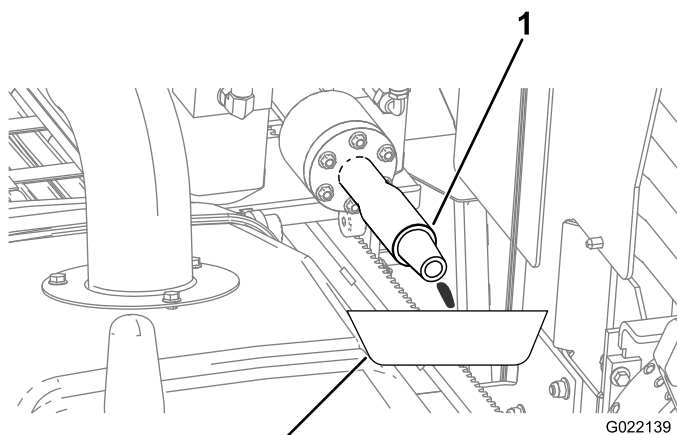

Figura 149
- B. Posicione uma bandeja de drenagem sob o mandril para coletar o excesso de anticongelante (Figura 149).
- D. Quando o anticongelante escoar pelo mandril (Figura 149), desligue a bomba.